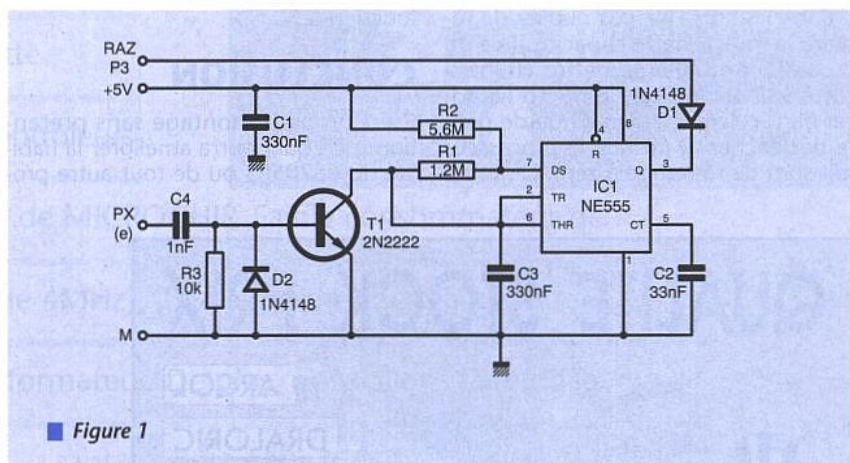
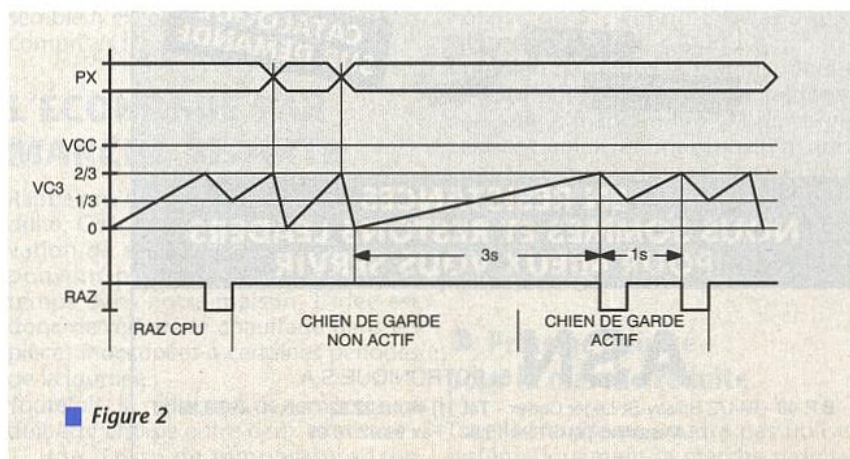

Figure 1
Figure 2
Pour pouvoir être facilement intégré dans une réalisation déjà existante, il a été étudié pour être le plus compact possible. Le montage est réalisé autour du circuit NE555 qui est monté en oscillateur (figure 1). La sortie RAZ doit être reliée à la patte RAZ du 68705P3, on doit alimenter le circuit et enfin faire un branchement de l'entrée E sur un point stratégique du circuit, s'il existe !, nous y reviendrons. A la mise sous tension la capacité de remise à zéro du monochip est déchargée, elle assure donc la RAZ du processeur. Sur la platine chien de garde, la capacité C3 est aussi déchargée, le chien de garde est inactif. Il restera dans cet état tant que la tension aux bornes de C3 sera inférieure au 2/3 de VCC (figure 2). Le transistor T1 décharge C3 à chaque front montant reçu sur E, c'est
■ Figure 1 : schéma du thermostat.
■ Figure 2 : organigramme du logiciel de contrôle.
Nous nous référons au schéma complet de la figure 1.